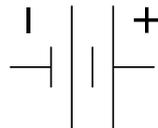

Figura 1.2:
Una tensione costante nel tempo viene detta **tensione continua** (DC); una tensione che varia sinusoidalmente nel tempo viene detta **tensione alternata** (AC). Un generatore di tensione é un elemento di circuito che produce fra i suoi estremi una data differenza di potenziale; il simbolo circuitale del generatore di tensione continua é riportato in figura 1.2. Un **generatore ideale di tensione** é, ancora, un caso limite concettuale e indica un generatore che fornisce la sua tensione ai morsetti, costante o variabile nel tempo, **indipendentemente dalla corrente che deve erogare** e cioé **indipendentemente dal carico collegato**.